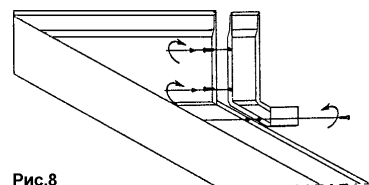

Рис.8
6. Положите корпус на кусок упаковочного картона; установите кронштейны на корпус и закрепите их 2 винтами на пластиковых боковых панелях и 1 винтом на передней панели корпуса (Рис.8).
Рис.8а
Рис.8б